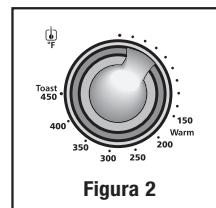

Figura 2
2. **Perilla De Control De La Temperatura** – Ajuste el dial del termostato a la temperatura deseada. (Vea la figura 2)